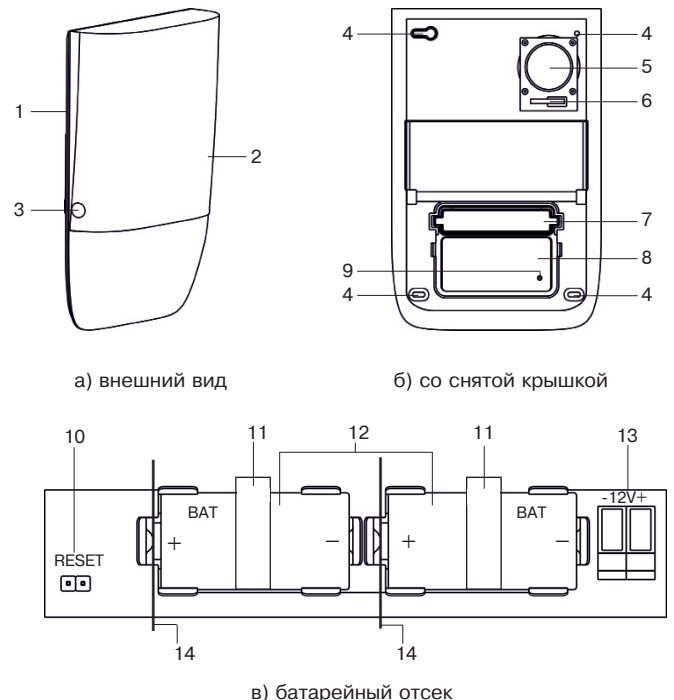

Рисунок 2 – «СН-СИРЕНА-УЛИЦА»
Внешний вид оповещателя приведен на рис. 2.
- батарейный отсек (7);
- двухцветный индикатор (9) режима работы.
В батарейном отсеке (рис. 2 в) размещены: штыревые контакты сброса настроек **RESET** (10), две литиевые батареи **BAT** (12) с изоляторами (14) и экстракторами (11), служащими для облегчения извлечения батарей, и колодка подключения внешнего питания «-12V+» (13).
8.5 Замкните проводящим предметом (отверткой) контакты **RESET** (рис. 2в, поз. 10) на плате до появления индикации «Связывание».
10.1 Выбрав место установки оповещателя, произведите разметку для его крепления (рис. 2б, поз. 4). Для разметки может быть использовано основание.